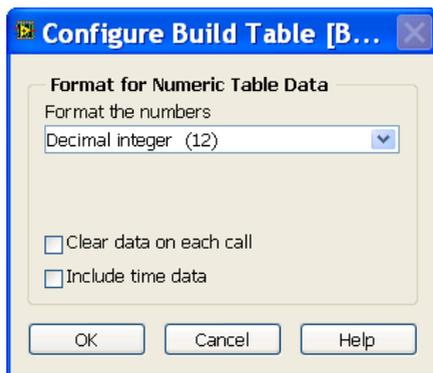

Рис.2.37.Установка типа показываемой в таблице величины.
Для того чтобы в таблице показывались целые числа, без нулей после десятичного разделителя, необходимо зайти на блок-схеме в параметры компонента *Build Table* и установить в качестве типа показываемой в таблице величины десятичное целое с 12 десятичными разрядами *Decimal Integer (12)* – рис.2.37.